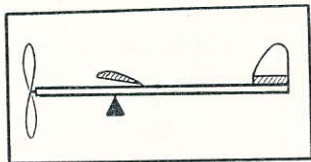

Fig. 10.
För att vår modell skall kunna flyga erfordras emellertid en del anordningar för jämvikten (stabilisering). Vingen måste först och främst placeras så att modellen intar jämviktsläge, om man hänger upp den vid vingpetsarna. Tyngdpunkten skall alltså ligga ungefär under mitten av vingens djup (= avståndet från fram- till bakkant) (fig. 10). Vidare måste modellen under flygningen äga höjdstabilitet, tvärstabilitet och kursstabilitet.
*Kursstabilitet* åstadkommes med hjälp av fenan (fig. 10—13). Den gör samma tjänst som rodet på en båt.
Såväl stabilisatorns som fenans storlek blir beroende av avståndet till vingen. Kroppen på ömse sidor om tyngdpunkten, se fig. 10, verkar som en tvåarmad hävstång. Ju längre bort stabilisatorn och fenan befinner sig från tyngdpunkten, desto mindre kan dessa göras.